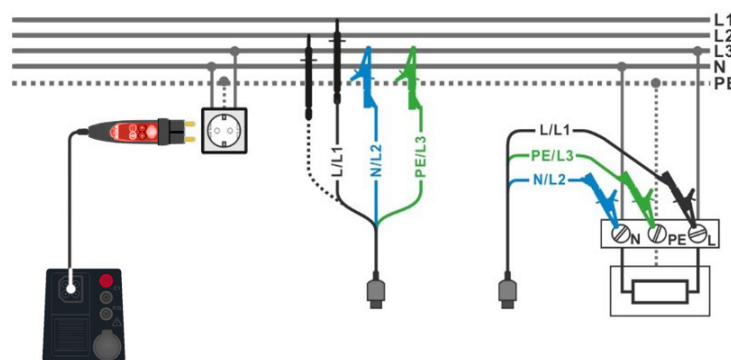

Abbildung 4.37: Messung der Leitungsimpedanz zwischen L-N oder L-L. Anschluss des Commander-Prüfsteckers und der 3-Leiter-Prüfleitung
- › Schließen Sie die 3-Leiter-Prüfleitung oder den Commander-Prüfstecker am Prüfobjekt an, siehe **Abbildung 4.37**.